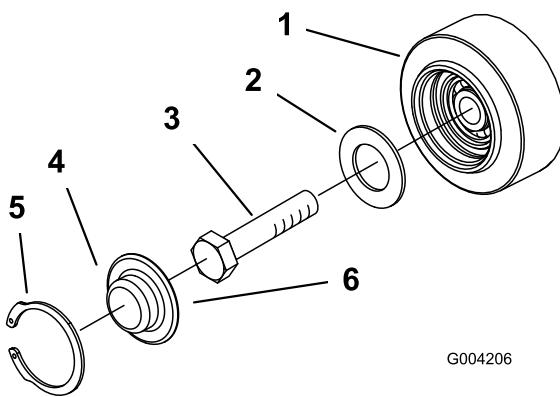

Figure 45
4. Vérifiez la graisse sous le chapeau et autour du joint (Figure 45). Si elle est encrassée, granuleuse ou en quantité insuffisante, enlevez toute la graisse, remplacez le joint et ajoutez de la graisse neuve.
6. Placez le chapeau de galet de roulement sur la tête du boulon (Figure 45).
7. Fixez le chapeau avec le jonc d'arrêt (Figure 45).
3. Déposez le jonc d'arrêt et le chapeau d'un galet de roulement (Figure 45).